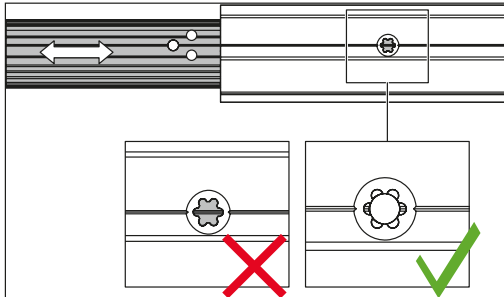

Abb. 11 Futterprofil verschieben
- Das Futterprofil so in dem Gegenprofil verschieben, dass die Bohrungen von dem Futterprofil und der Laufschiene deckungsgleich übereinanderliegen (Abb. 11).